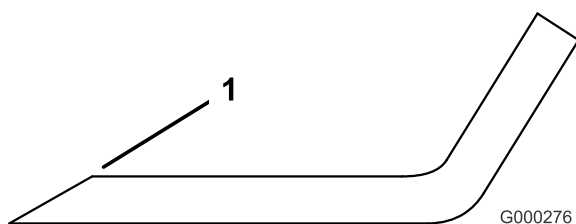

Figure 98
- Examinez les tranchants de toutes les lames et aiguissez-les s'ils sont émoussés ou ébréchés. N'aiguissez que le haut du tranchant et conservez l'angle de coupe d'origine pour obtenir une coupe nette (Figure 98). Limez la même quantité de métal sur chacun des deux tranchants pour ne pas déséquilibrer la lame.